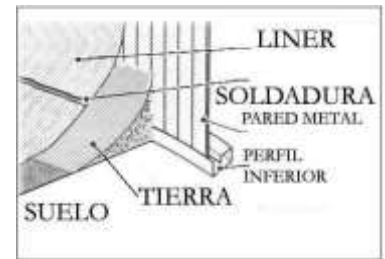

fig. 25
**MUY IMPORTANTE:** Coloque arena limpia (no incluida) (sin piedras, ni ningún objeto extraño) alrededor del perímetro interior de la piscina, creando una cuña de forma triangular de 20 cm. de base x 20 cm. de altura, (**MUY IMPORTANTE: NO utilizar arena de grano fino ó de playa**), de esta forma evitaremos que toda la presión del agua dañe o deslice el liner por debajo de la pared de acero, y que las fuerzas se distribuyan uniformemente, fig. 25. El no poner esta cuña de arena anula la garantía.